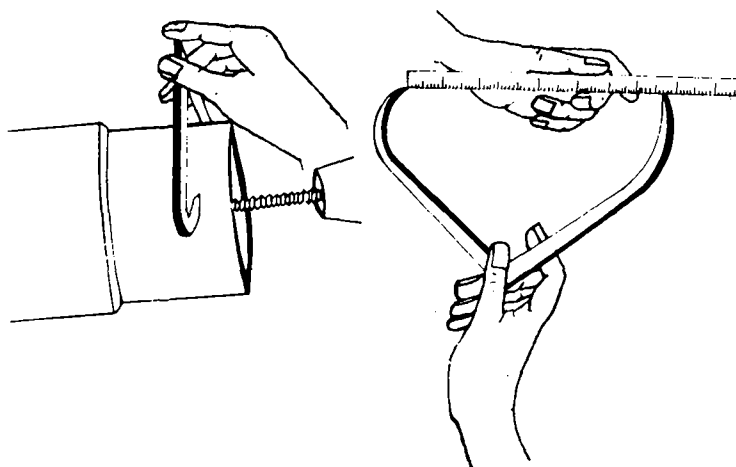

FIG. 9
11.º Passo — Verifique o diâmetro do desbaste com compasso e compare a medida no metro (fig. 9).